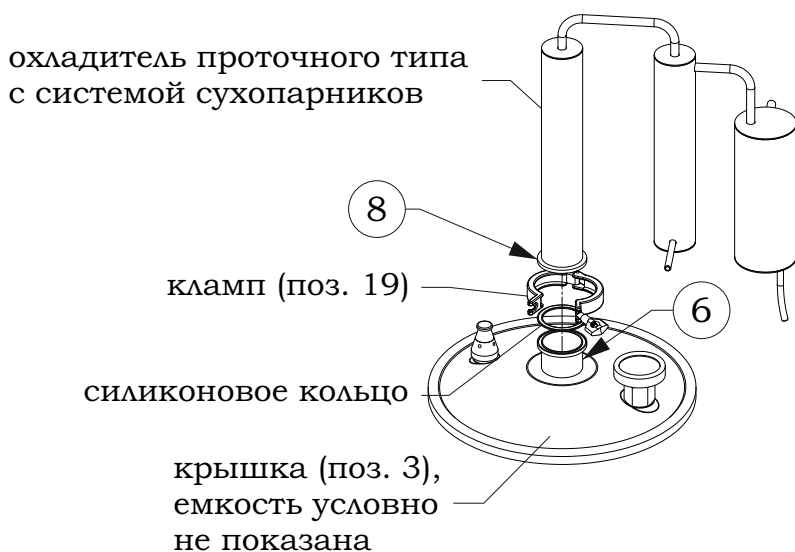

Рис. 1. Схема соединения при помощи клямпа и силиконового кольца
3. Установить охладитель проточного типа с системой сухопарников на горловину (поз. 6). Между фланцами (поз. 6 и поз. 8) установить силиконовое кольцо. Зажать кламп (поз. 19). Схему см. рис. 1.